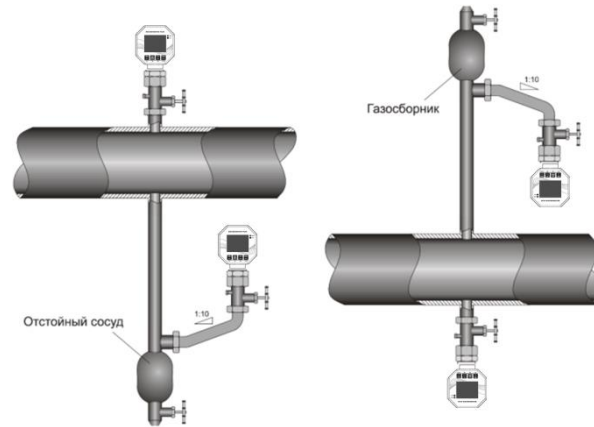

Рисунок 1. Монтаж манометра для измерения давления газа (слева) и жидкости (справа).
4.2. Механическое присоединение манометров рекомендуется производить с ориентацией, при которой соединительная линия от места отбора давления имеет односторонний уклон ($\geq 1:10$) вверх к манометру, если измеряемая среда – газ, и вниз к манометру, если измеряемая среда – жидкость (см. рис. 1.). Если это невозможно, при измерении давления газа в нижних точках соединительных линий следует устанавливать отстойные сосуды, а при измерении давления жидкости в наивысших точках – газосборники. Отборные устройства для установки манометров рекомендуется монтировать на прямолинейных участках, на максимально возможном удалении от насосов, запорных устройств, колен, компенсаторов и других гидравлических устройств.